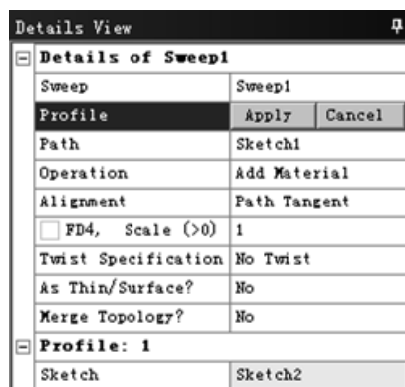

图 3.3.48 “Details View”对话框
- 步骤 02** 选择命令。选择 Create Sweep 命令，弹出图 3.3.48 所示的“Details View”对话框。